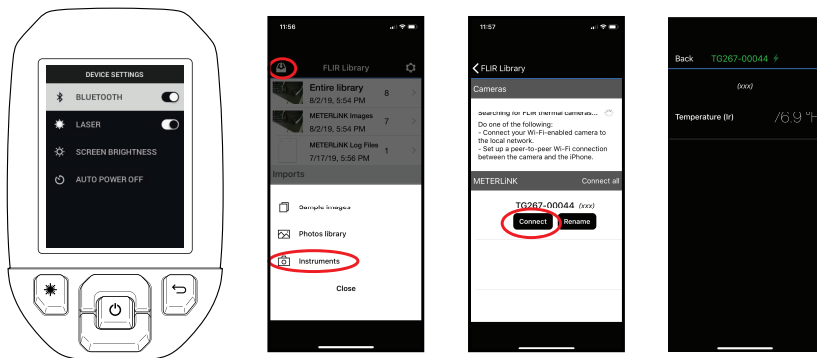

図 7.1 TG275 とモバイル デバイスのペアリング
1. TG275 の Bluetooth® 機能をオンにします ([Settings/Device Settings] (設定)/(デバイス設定))。このセクションをサポートする図については、以下の図 7.1 を参照してください。